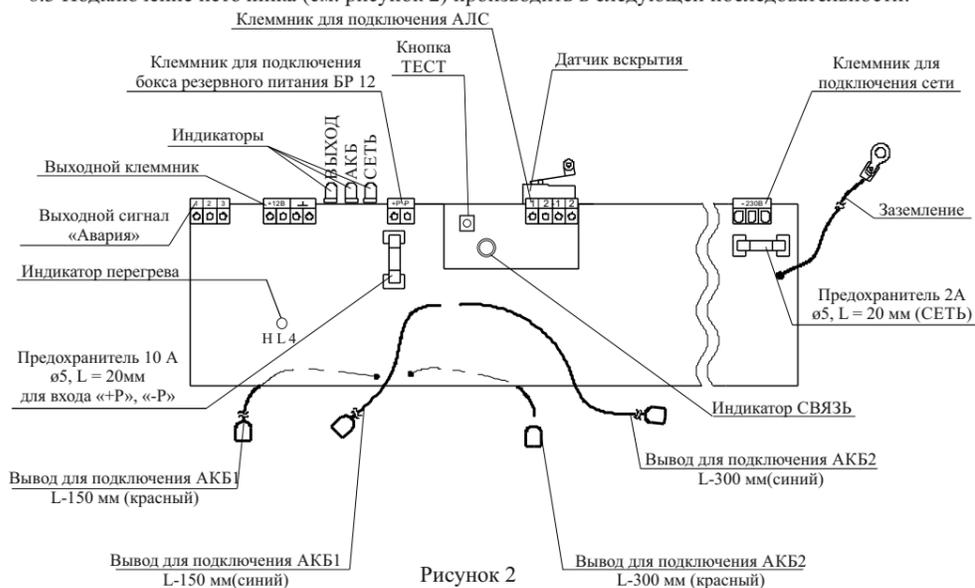

Рисунок 2
6.3 Подключение источника (см. рисунок 2) производить в следующей последовательности:
Если используется только одна АКБ, рекомендуется подключить её к коротким выводам АКБ 1 (L-150 мм) в соответствии с цветовой маркировкой (см. рисунок 2) и выбрать её в настройках при конфигурировании системы.